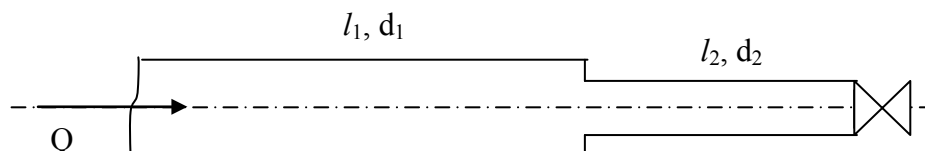

Рисунок 10.2
10.1.2 Система складається з двох послідовно з'єднаних сталевих трубопроводів (діаметри трубопроводів: $d_1 = 200$ мм, $d_2 = 100$ мм; довжини: $l_1 = 100$ м, $l_2 = 200$ м) і засувки, яка встановлена в кінці системи (рис. 10.2). Витрата води $Q = 0,02$ м³/с. Товщина стінок трубопроводу $\delta = 5$ мм, температура води $t = 20$ °С.
10.2.5 Система складається з двох послідовно з'єднаних сталевих трубопроводів (діаметри трубопроводів: d_1 , d_2 ; довжини: l_1 , l_2) і засувки, яка встановлена в кінці системи (див. рис. 10.2). Витрата води Q . Товщина стінок трубопроводу δ , температура води t . Визначити підвищення тиску перед засувкою, якщо її закрити за час $\tau = 0,2$ с. Визначити найменший час закриття засувки, який виключає прямий гідравлічний удар.